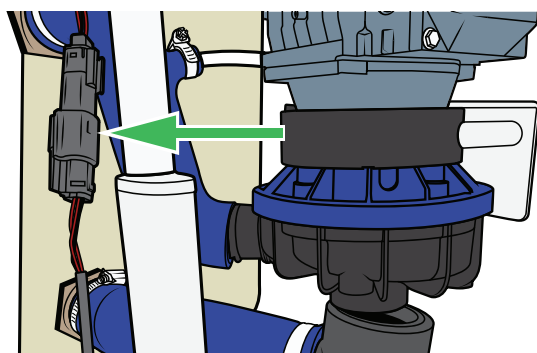

Figure 49
2. Débranchez le connecteur du capteur d'entrée (détection du filtre d'entrée de l'Hydromassage). Voir Figure 49.